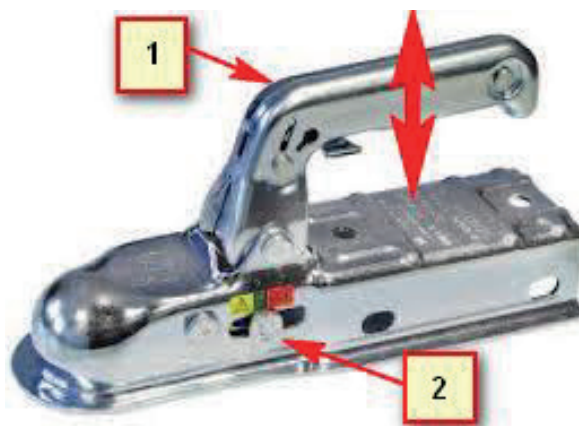

Abb. 3. Schema der Kugelkupplung
2. Maul öffnen - (Maulgriff 1 nach oben ziehen) (Abb. 3).
5. Griff 1 aus Sicherheitsgründen nach unten drücken (Abb. 3).
7. Die Kupplung sitzt sicher auf der Kugel, wenn die Sicherheitsanzeige 2 das grüne Feld im Bereich der Kupplungsanzeige (Abb. 3) zeigt. Das rote Feld im Anzeigebereich informiert, dass die Hakenkugel und/oder die Kupplung verschlissen sind.
- 2) Maulgriff 1 nach oben ziehen (Abb. 3).